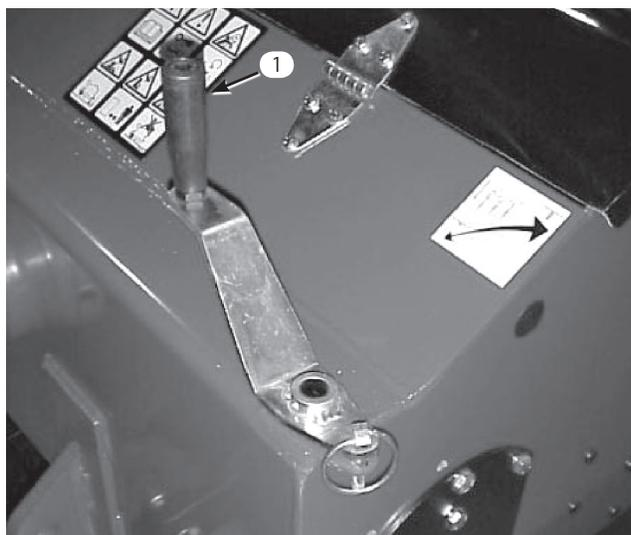

図19
1. 機体左右についている深さ調整ハンドルからリンチピンを抜き取る（図19）。